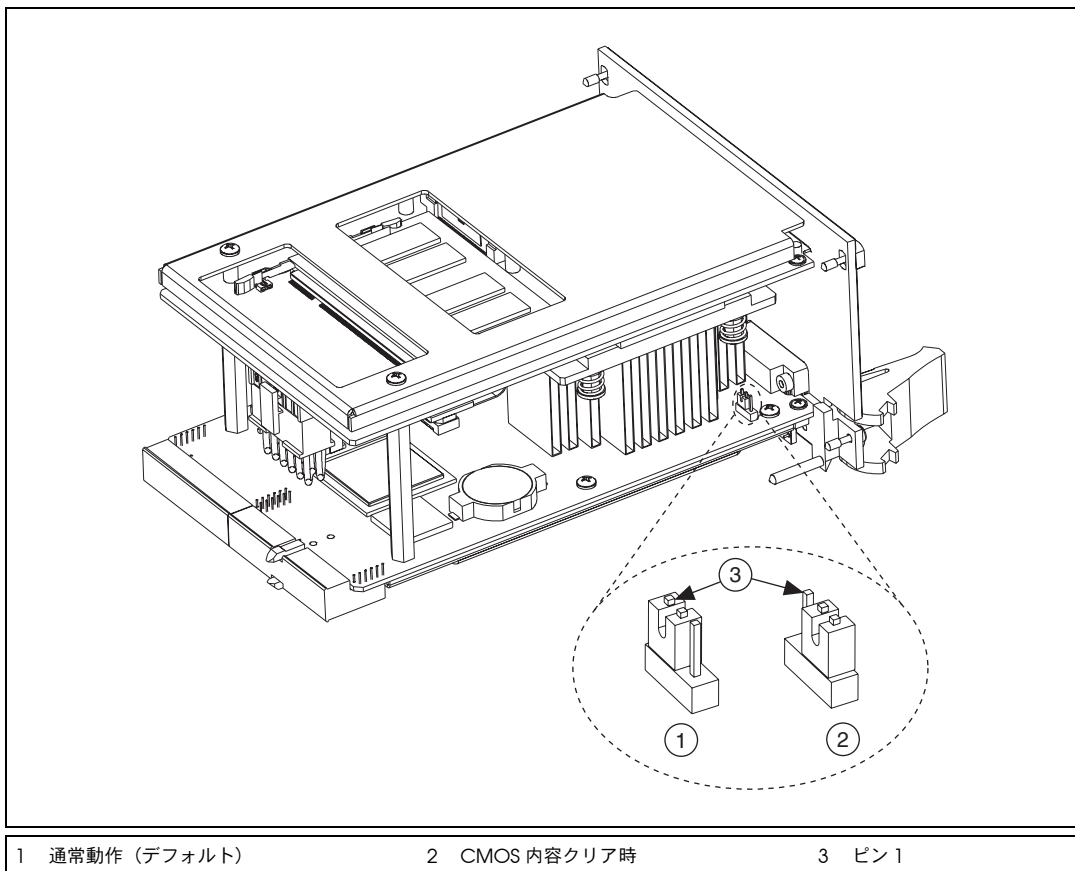

図 5-1 CMOS 内容をクリアする
3. 図 5-1 に示すように、W7 のジャンパをピン 1～2 からピン 2～3 に移動します。